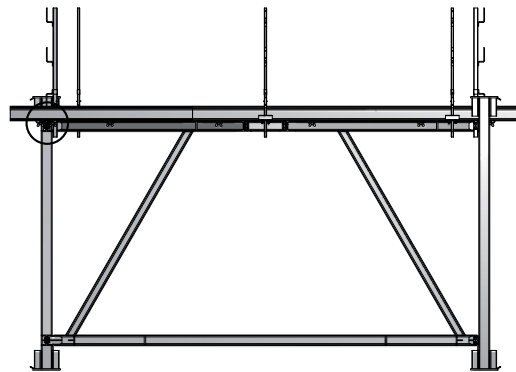

Abb. 8.1
9. Als nächstes werden die MD-Träger 560 auf die SP-Diagonalträger und SP-Verbände aufgelegt und ausgerichtet. Anschließend werden die MD-Träger 560 mit einer MD-Sicherungskralle an beiden Seiten der SP-Verbände und SP-Diagonalträger miteinander verbunden und fixiert (Abb. 8.1 bis 8.3). Die Verbindung erfolgt zur Lagesicherung der MD Träger 560 auf den SP-Verbänden und den SP-Diagonalträgern.